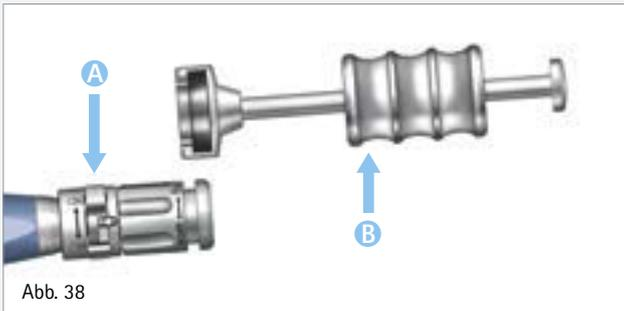

Abb. 38
- Schlaghammer **B** auf Einsetzinstrument **A** montieren (Abb. 38).